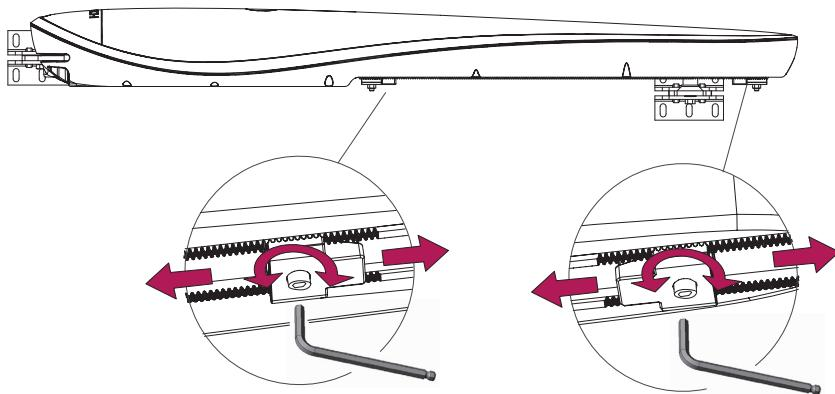

Рисунок 16. Регулировка механических упоров привода
- Вручную установите створку в положение открытия ворот и переместите соответствующий упор до срабатывания (размыкания/характерный щелчок) выключателя упора (*рис. 16*).